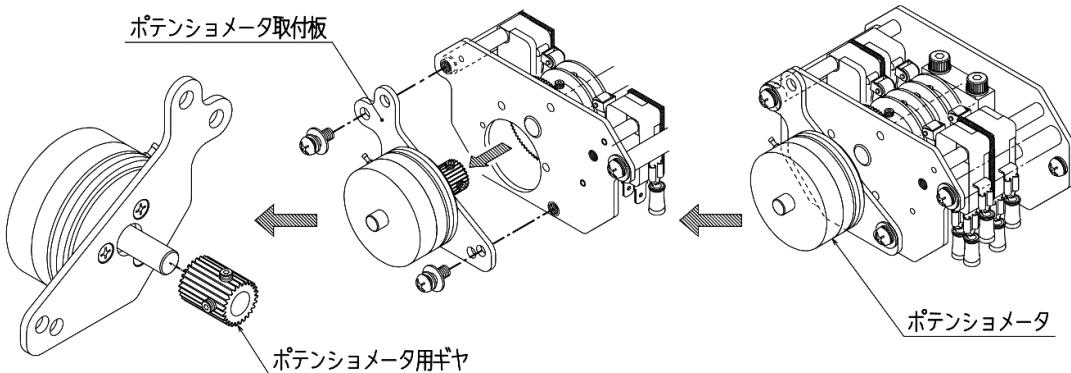

図9：ポテンショメータの取り外し
- ⑤RM端子に(+)、WM端子に(−)をデジタルマルチメータ等（電圧レンジ）にてて、電圧値を測定、記録します。
- ⑥ポテンショメータ本体の3端子に接続されているリード線色と端子番号を記録します。
⑦ポテンショメータの端子付近からリード線を切断します。
⑧ポテンショメータ取付板を取り外します。(図9参照)